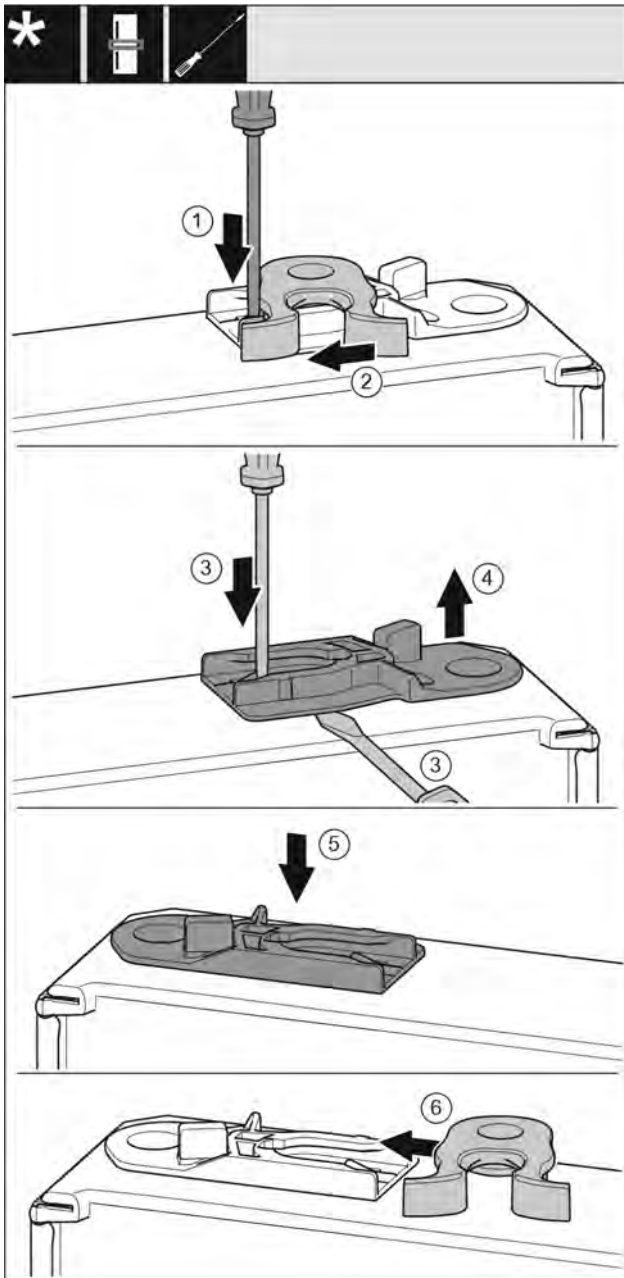

Fig. 28
- ▶ Нажмите шлицевой отверткой на накладку вниз. Fig. 28 (1)
- ▶ Выведите запорный крючок из направляющей. Fig. 28 (2)
- ▶ Извлеките направляющее гнездо: Нажмите на накладку шлицевой отверткой и одновременно переместите ее при помощи шлицевой отвертки под направляющее гнездо. Fig. 28 (3, 4)
- ▶ Входящее в комплект поставки направляющее гнездо вставьте на другой стороне корпуса. Fig. 28 (5)
- ▶ Запорный крючок вставьте в направляющую. Fig. 28 (6)